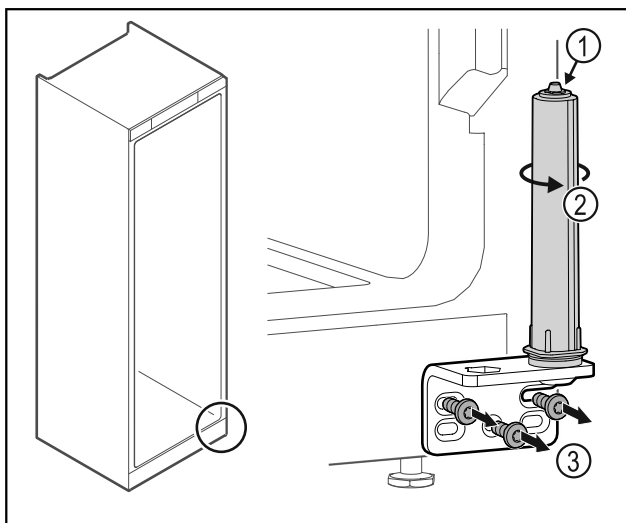

Fig. 38
- ▶ Nu dezasamblați sistemul de închidere al ușii Fig. 38 (1).
- ▶ Rotiți Fig. 38 (2) sistemul de închidere, până când face clic.
- ▶ Deșurubați colțarul balamalei Fig. 38 (3).